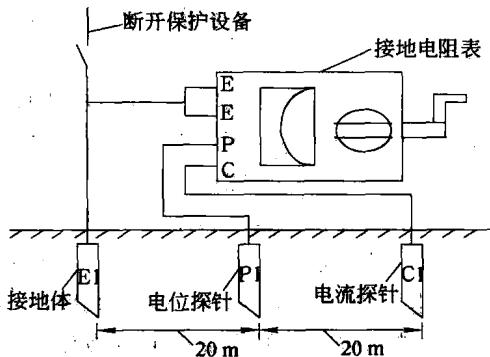

图 1-7 接地电阻测量接线
(1) 接地电阻表 E 端钮接 5 m 导线, P 端钮接 20 m 导线, C 端钮接 40 m 导线, 导线的另一端分别接被测物接地极 E1、电位探棒 P1 和电流探棒 C1,且 E1、P1、C1 应保持直线,其间距为 20 m,如图 1-7 所示。